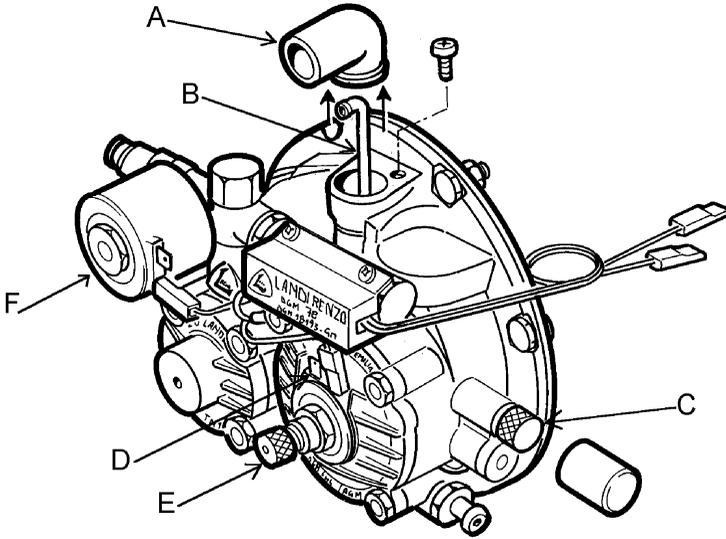

Fig. 1
LEGENDA (Fig. 1)
4. REGOLAZIONE DEI RIDUTTORI 'TN SIC' con analizzatore gas di scarico (Fig. 1)
5. REGOLAZIONE DEI RIDUTTORI 'TN SIC' senza analizzatore gas di scarico (Fig. 1)
6. REGOLAZIONE DELLA SENSIBILITÀ DEI RIDUTTORI 'TN SIC' (Fig. 1)